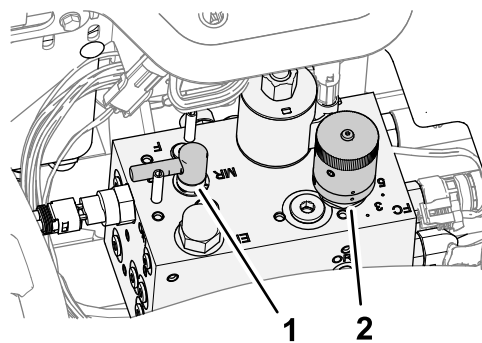

Figure 94
3. Tournez le levier de rodage à la position F (tonte) (Figure 94).